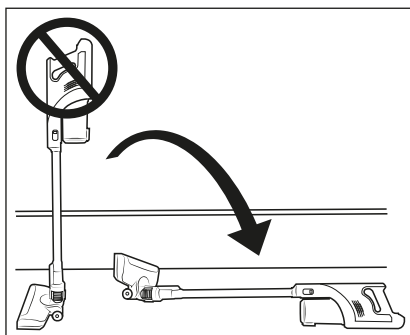

Rys. 8
- ▶ Odkurzacza można również ładować bezpośrednio za pomocą zasilacza sieciowego 9. W tym celu należy wyjąć wtyk rurkowy 10 z uchwyty ściennej 17, obracając go lekko, i włożyć go do gniazda ładowania 2 na urządzeniu (patrz rys. 8).